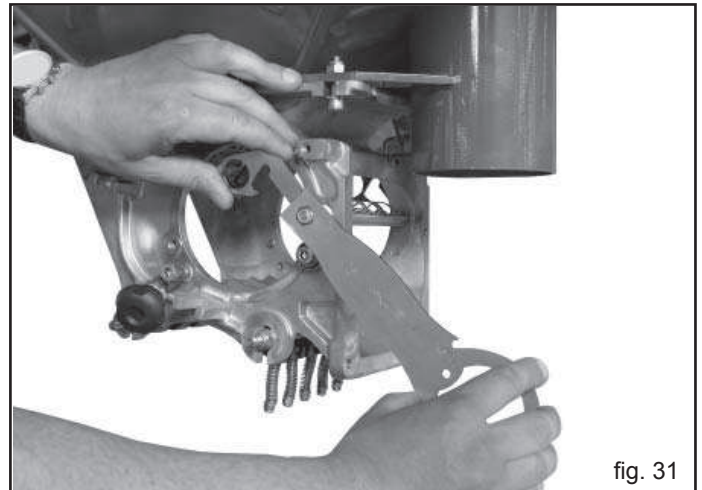

fig. 31
- 3) Stopmuttern M8 beidseitig mit dem beiliegenden Universalschluesel soweit loesen. (Fig. 31).